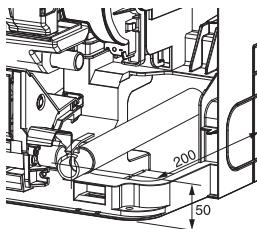

Abbildung 4
- Bei Verlegen des Ablassrohres sicherstellen, daß der Ablassschlauch (1) wie abgebildet verlegt wird. (Abbildung 4)
- Kelchen (Abbildung 4, 5). Achten Sie darauf, dass das Kupferrohr die in der Tabelle angegebenen Abmessungen einhält. Wählen Sie A mm aus der Tabelle in Übereinstimmung mit dem verwendeten Werkzeug.